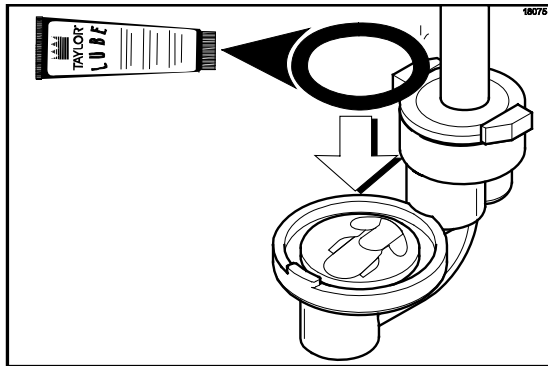

Figure 94
9. Lubrifier et installer le joint torique d'un po 5/16 dans le corps de la vanne (Cf. Figure 94).